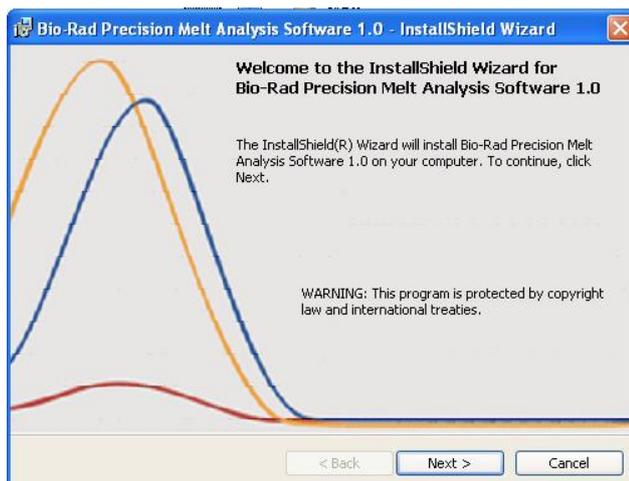

Рисунок 1. Окно установки программы.
2. Вставьте компакт-диск с программным обеспечением Precision Melt Analysis в CD-ROM. Появится окно установки программы (Рисунок 1).
3. Щелкните **Next** в окне установки программы (Рисунок 1).